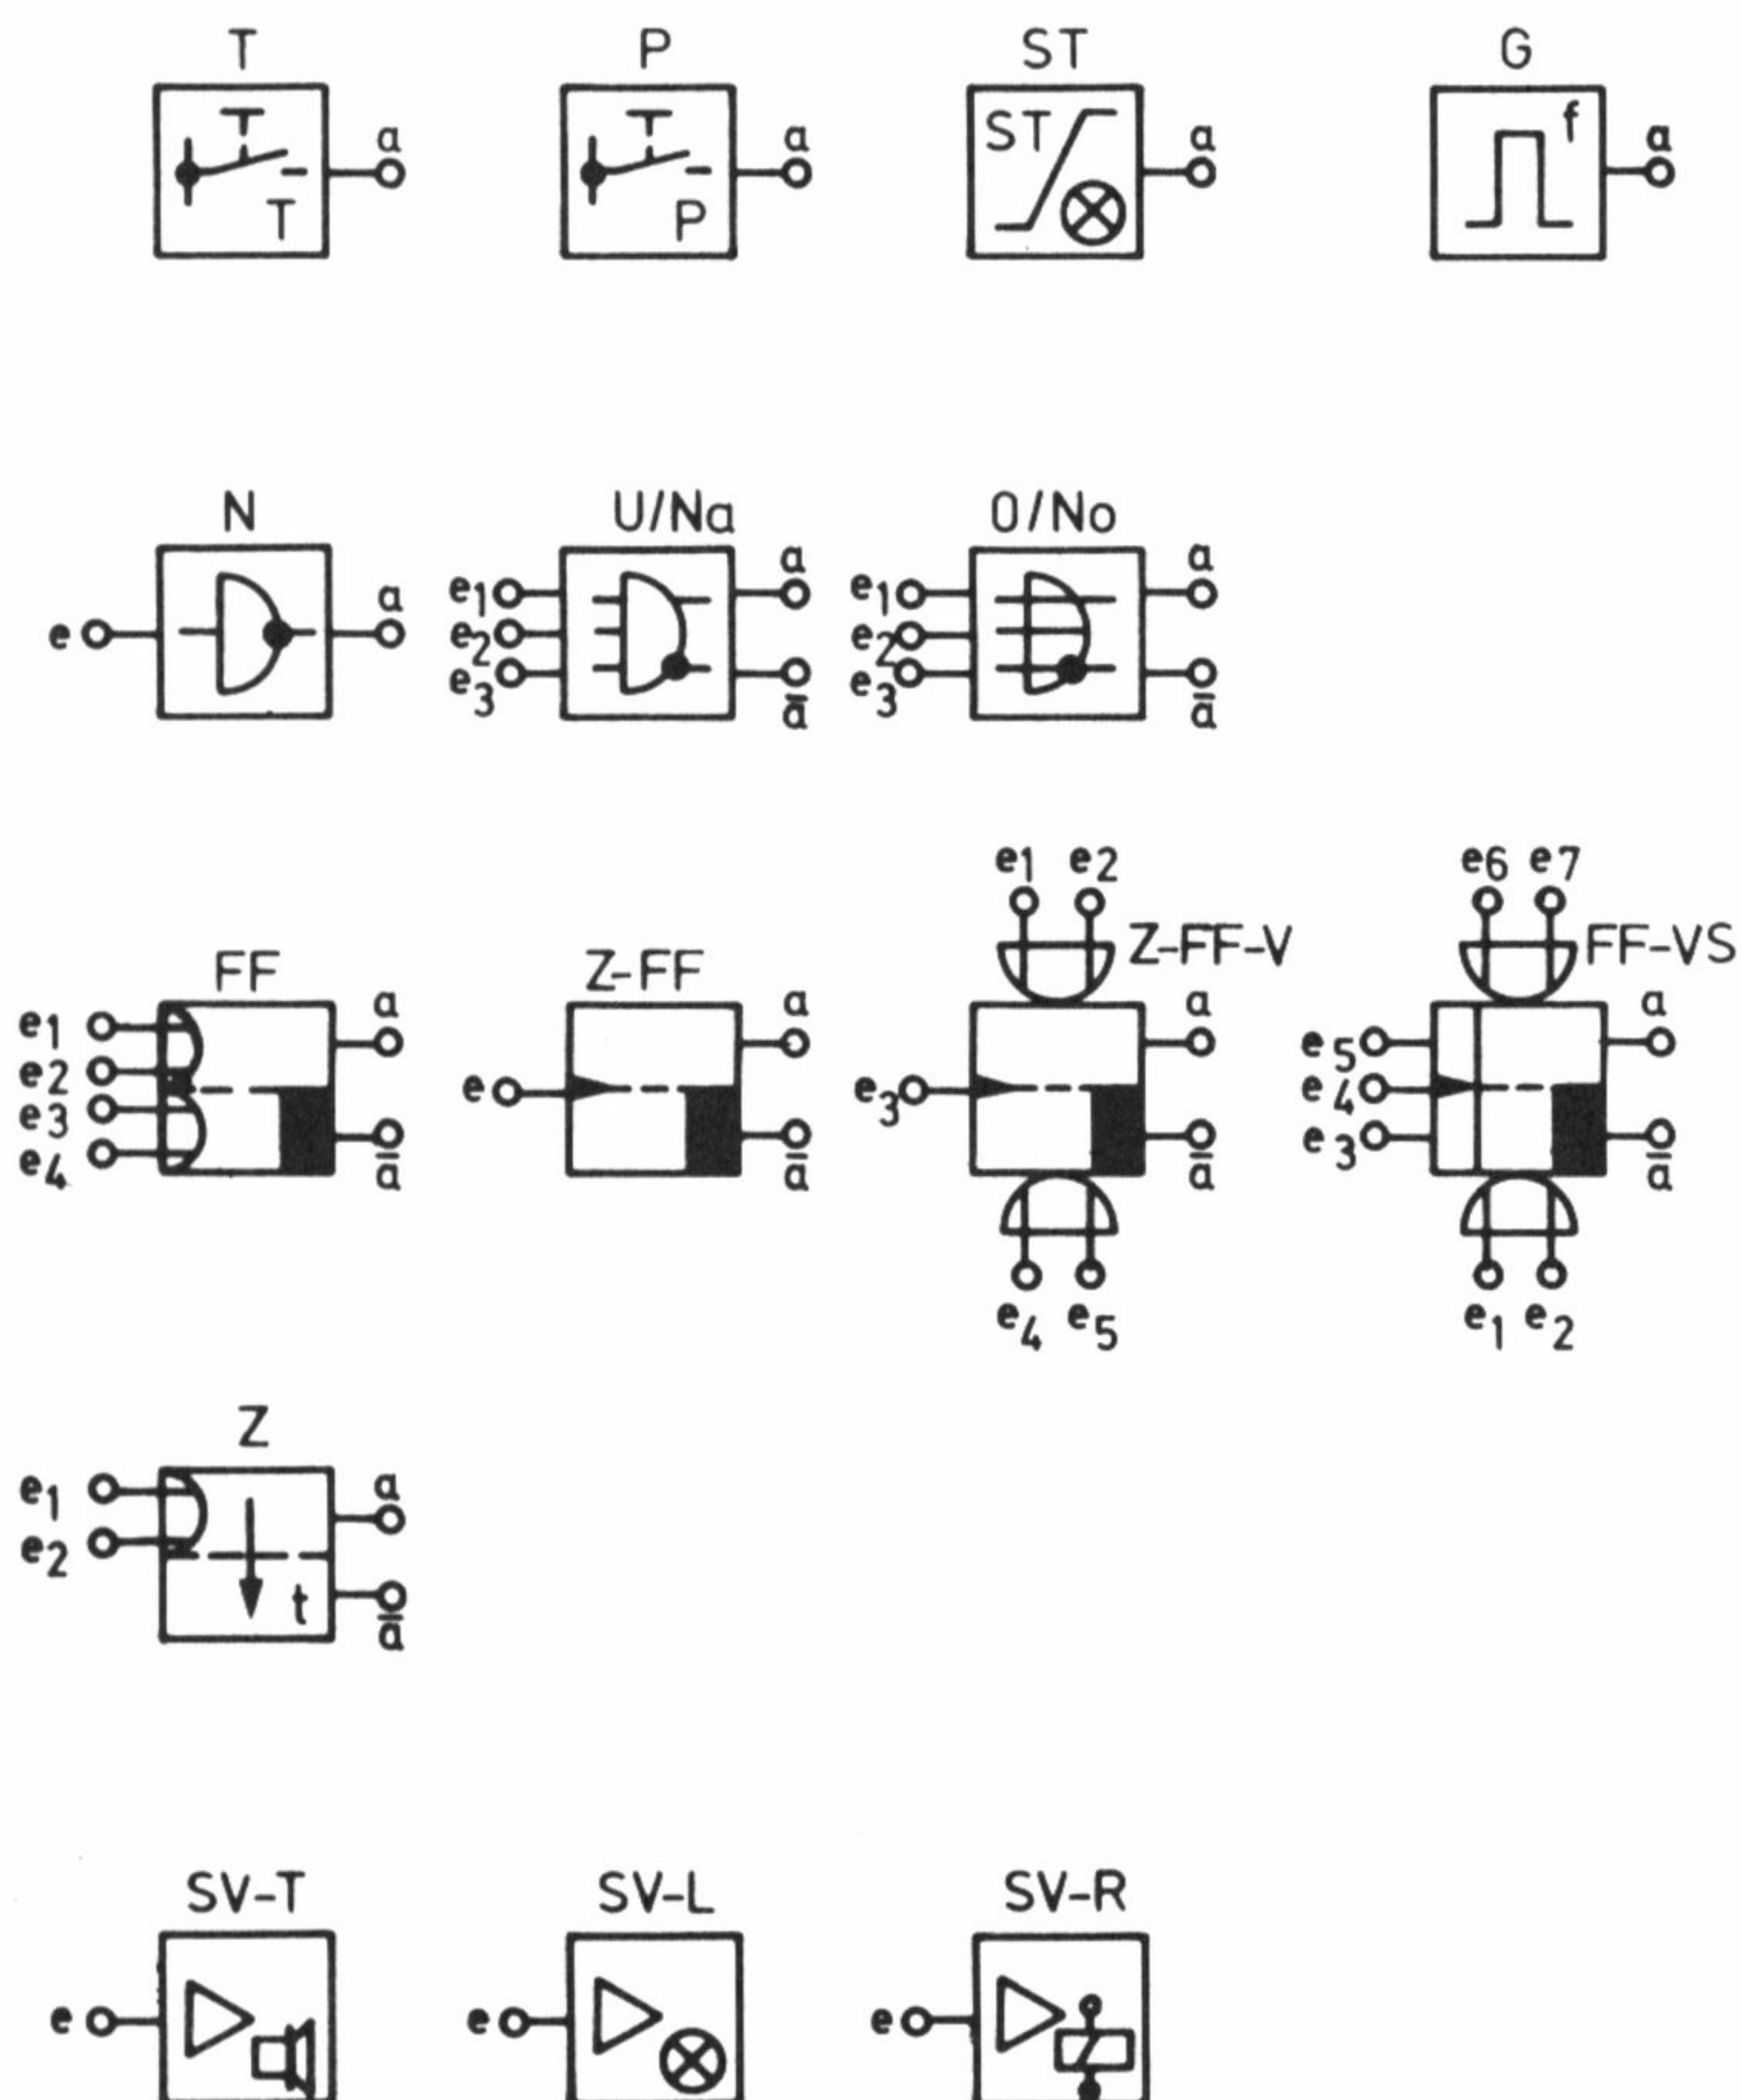

Bild 7.1: Schaltsymbole des Schalttransistor-Bausteinsystems.
*Bild 7.1* gibt Ihnen die Symbole aller der Funktionsein-